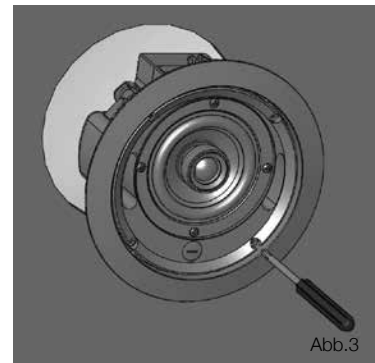

Abb.3
3. Platzieren Sie den C-Ring und das Lastverteiler-Kit auf der Oberseite der Deckenplatte. Richten Sie den C-Ring über dem Loch aus und schrauben Sie den C-Ring mit den mitgelieferten Befestigungsmaterialien an das Lastverteiler-Kit. (Abb.3)
4. Führen Sie die Lautsprecher-Baugruppe von unten in die Öffnung ein und ziehen Sie die Schrauben an der Vorderseite des Lautsprechers an, um die Montageflügel aufzuspreizen. Ziehen Sie die Schrauben an, bis der Lautsprecher fest sitzt. Bei Verwendung eines Akkuschaubers empfiehlt Tannoy ein Drehmoment von 1,5 Nm. (Abb.3)
5. Führen Sie die Lautsprecher-Baugruppe von unten in die Öffnung ein und ziehen Sie die Schrauben an der Vorderseite des Lautsprechers an, um die Montageflügel aufzuspreizen. Ziehen Sie die Schrauben an, bis der Lautsprecher fest sitzt. Bei Verwendung eines Akkuschaubers empfiehlt Tannoy ein Drehmoment von 1,5 Nm. (Abb.3)
4. Der CVS 4 Micro (EN54) ist mit einem 15 W-Transformator ausgestattet. Bei der Verwendung in Distributed-Line-Systemen können am Transformator 15, 7,5 und 3,75Watt abgegriffen werden, bei 70,7 V-Systemen stehen außerdem 1,9 Watt zur Verfügung. (Abb.3)